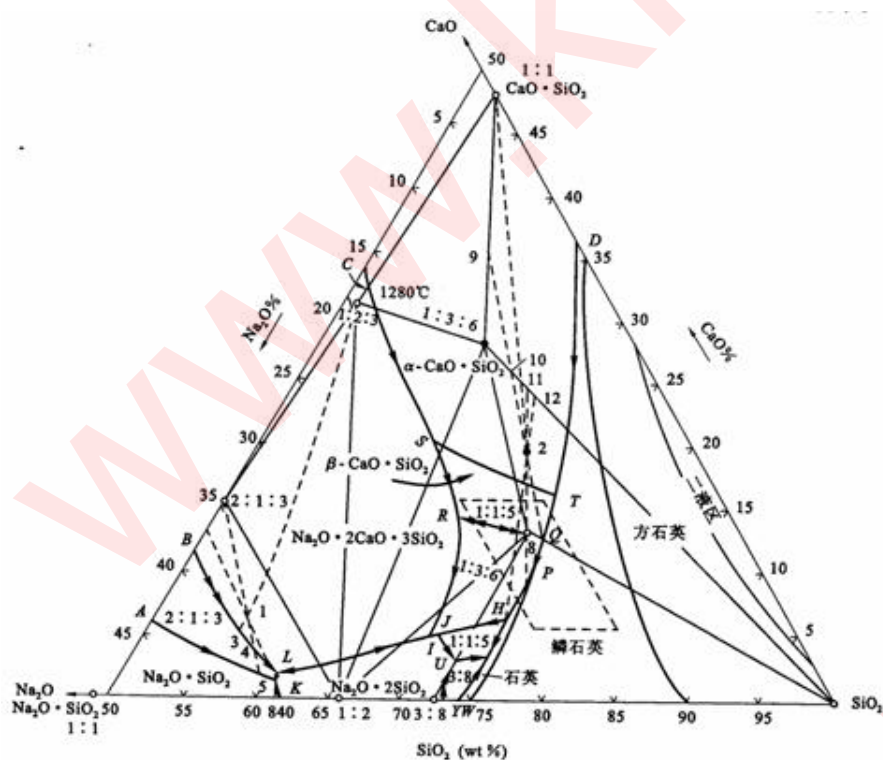

图6-28 $\text{Na}_2\text{O}-\text{CaO}-\text{SiO}_2$ 系统相图
6-44根据图6-28 ($\text{Na}_2\text{O}-\text{CaO}-\text{SiO}_2$ 系统相图) 回答: (1) 组成为13% Na_2O , 13% CaO , 74% SiO_2 玻璃配料将于什么温度熔化? 在什么温度完全熔融? (2) 上面组成的玻璃, 当加热到 1050°C 、 1000°C 、 900°C 、 800°C 时, 可能会析出什么晶体? (3) NC_3S_6 晶体加热时是否会不一致熔化? 分解出什么晶体, 熔化温度如何?